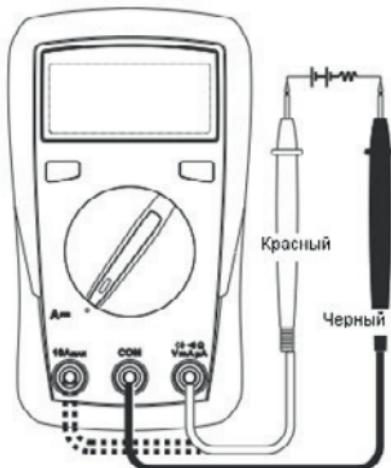

Рис. 3
C. Измерение постоянного тока (См. рис. 3)
D. Измерение переменного тока (См. рис. 3)